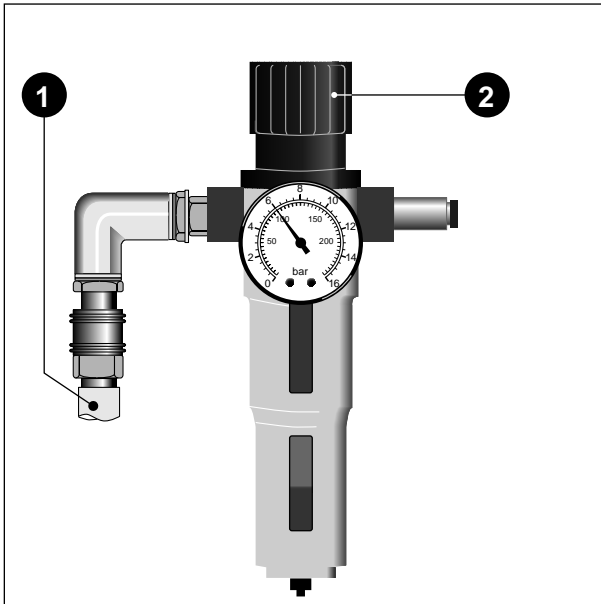

Bild 3-2. Filter-Regler-Einheit
- * Schließen Sie den Druckluftschlauch über die Kupplung an die Filter-Regler-Einheit an (1, Bild 3-2).
- * Stellen Sie einen Betriebsdruck von 6 bar ein (2, Bild 3-2).